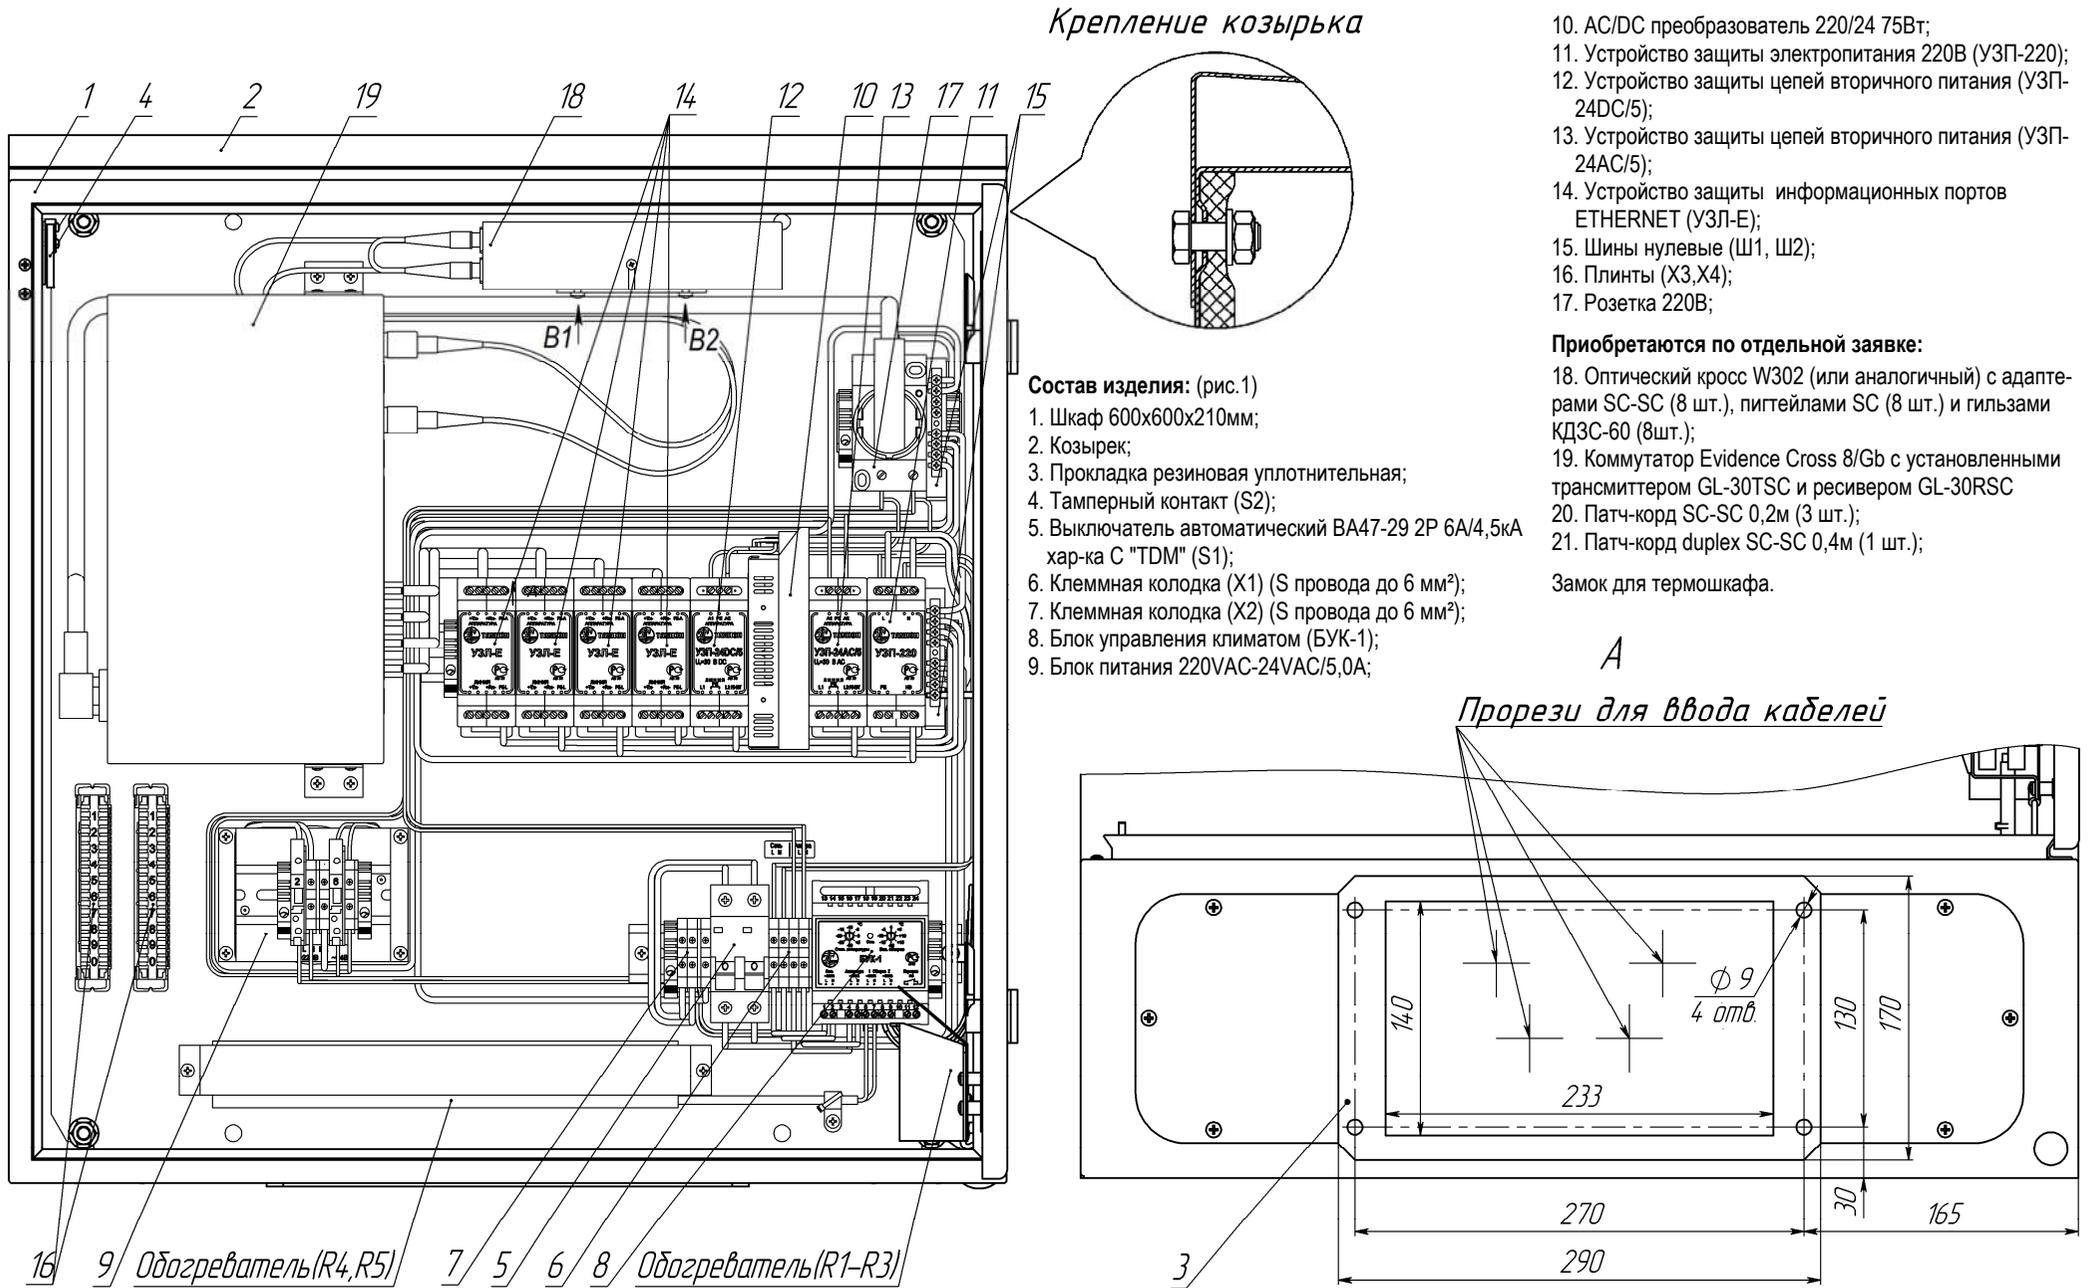

Рис. 1 Устройство термошкафа (дверь открыта на 90°)
- снять оптический кросс с кронштейна, ослабив крепежные винты В1 и В2 (рис.1);
5. Подключить тамперный контакт S2 (поз.4 рис.1) к внешнему устройству сигнализации через контакты 7 и 8 (4-я пара) планты X2.
6. Подать напряжение питания 220В АС на клеммную колодку X2, при этом фазный провод (L) соединить с контактом 1.1, нулевой провод (N) с контактом 2.1, а провод заземления соединить с контактом 3.1 (РЕ).
2. Продеть вводные кабели через прорези в термоизоляционном материале (рис.1 вид А).